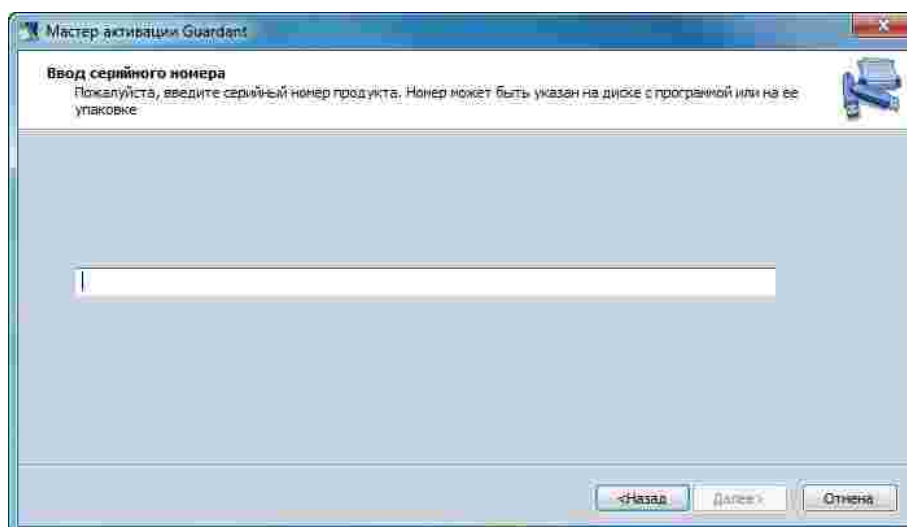

Рис. 22 Ввод активационного ключа
- Введите серийный ключ, который был получен при приобретении системы, см. Рис. 22. Нажмите кнопку «Далее», которая будет разблокирована после ввода ключа.